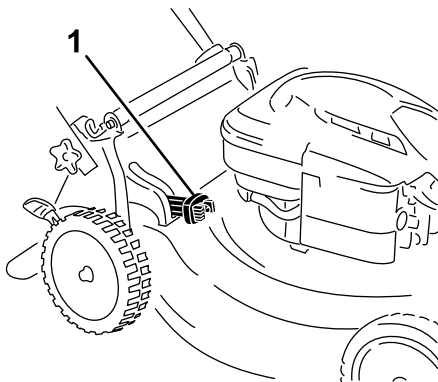

Figure 21
- **Pour ramasser les déchets d'herbe et de feuilles**, appuyez sur le bouton du levier de ramassage sur demande et déplacez le levier en avant jusqu'à ce que le bouton ressorte (Figure 21).